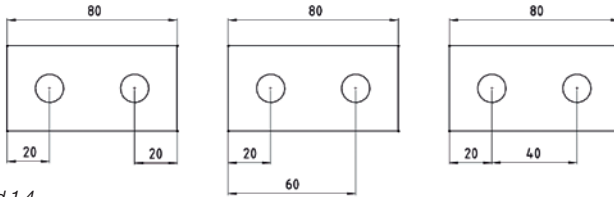

Bild 1.4
- **Entwurfsplan:** Im Entwurfsplan wird festgelegt, wie sich das Modell verhalten soll, wenn es verändert wird. Neben der Art der Bemaßung tragen auch Gleichungen, also mathematische Beziehungen zwischen Bemaßungen, und gesetzte Beziehungen zum Änderungsverhalten des Bauteils bei (Bild 1.4).